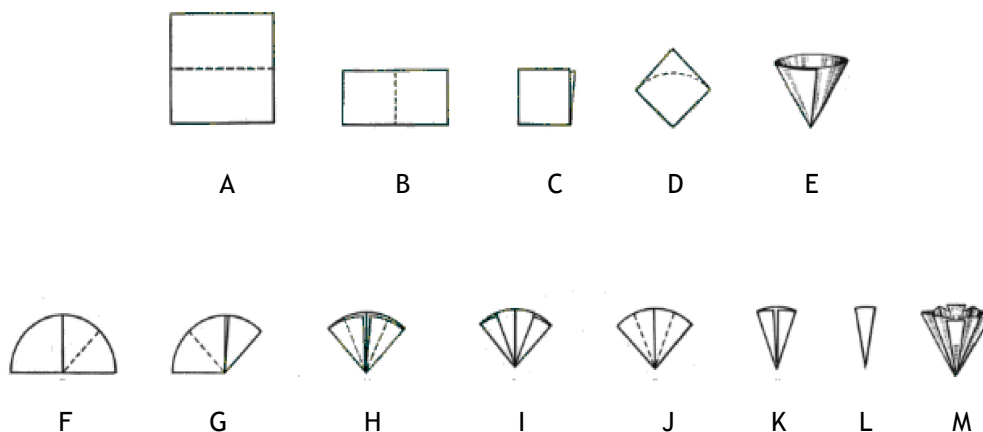

Figura 2: preparação dos filtros simples e de pregas.
Para preparar um filtro simples (figura 2) dobra-se duas vezes pelo meio (B, C) uma folha de papel do filtro (A). Cortam-se cuidadosamente os extremos abertos do filtro com uma tesoura, como indica o tracejado no esquema (D). Depois, com precaução, abre-se o filtro, dando-lhe a forma de cone (E).